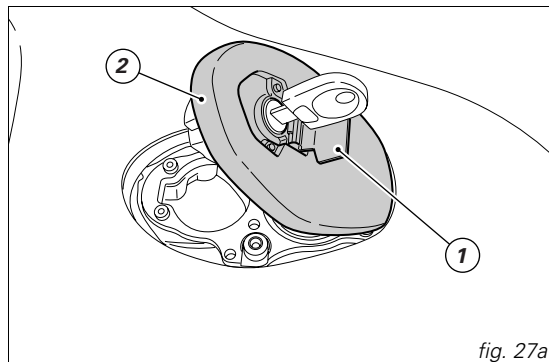

fig. 27a
Levez le cache (1) et insérez la clé dans la serrure. Tournez la clé de 1/4 de tour dans le sens des aiguilles d'une montre pour déverrouiller la serrure. Tirez le bouchon (2, fig. 27a).